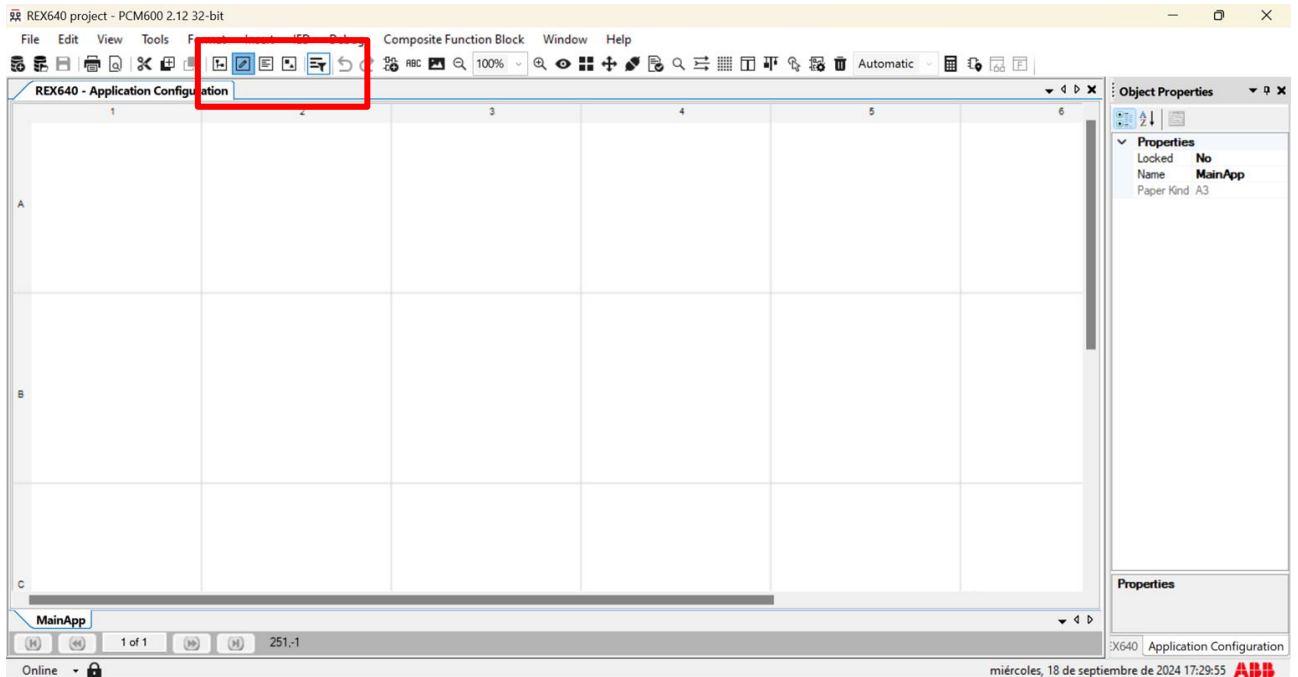
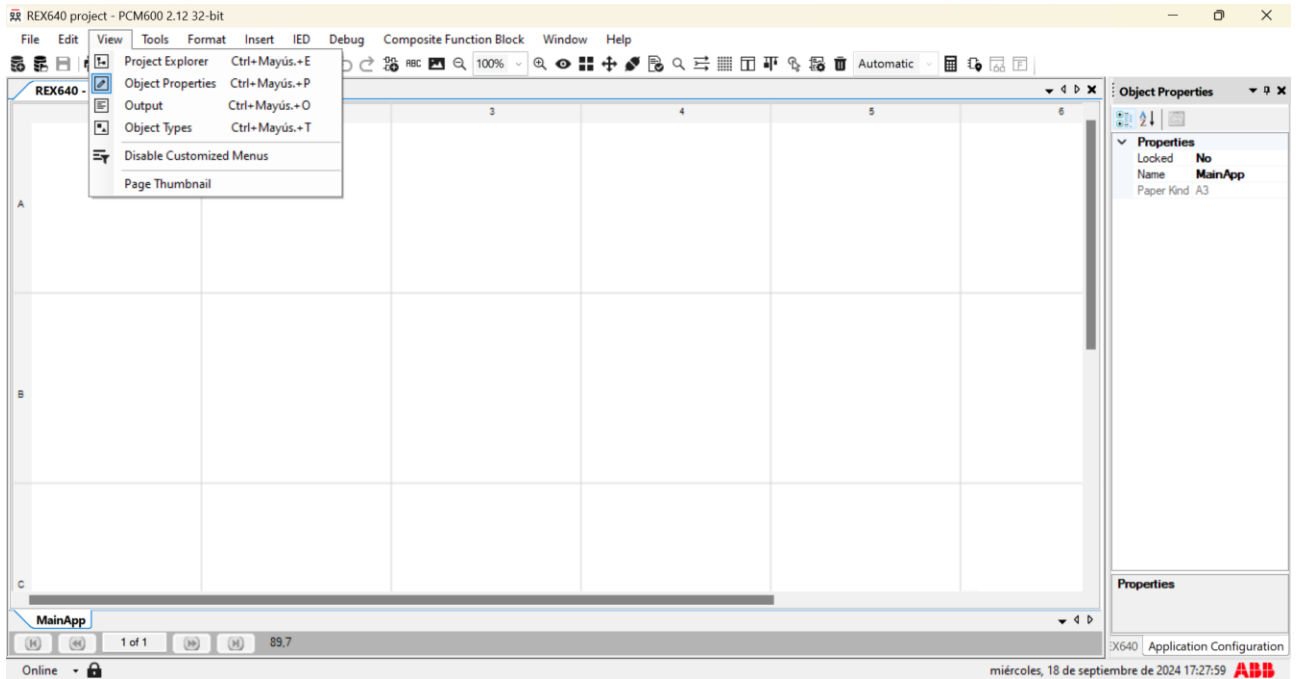

Imagen 35_Selección de las ventanas Object Properties y Application Configuration 1.
Imagen 36_Selección de las ventanas Object Properties y Application Configuration 2.
2.1.3 Observamos en la **Imagen 35** que tenemos una barra de herramientas, en la barra superior que se observa en la **Imagen 36**, del lado izquierdo seleccionamos “View” y vamos a seleccionar que en pantalla solo este la ventana de “Object Properties” donde veremos que tendremos dos ventanas, la que seleccionamos y la de “Application Configuration”.